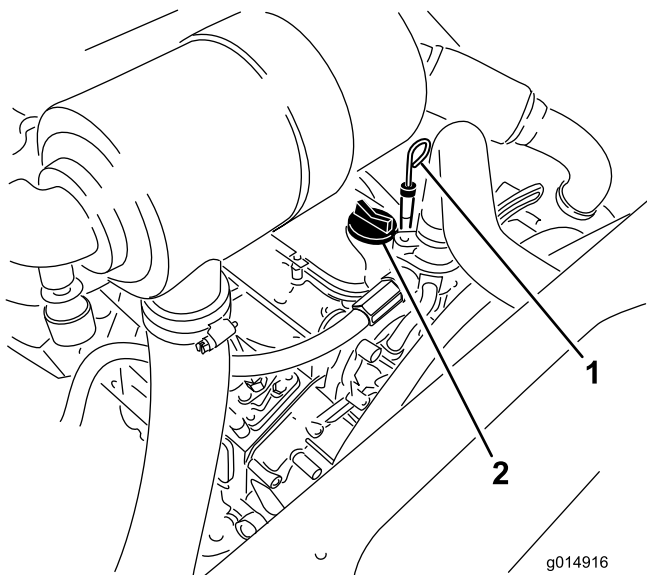

Figura 36
3. Retire la varilla, límpiela, y vuelva a colocarla (Figura 36).
5. Si el nivel de aceite está por debajo de la marca Lleno, retire el tapón de llenado (Figura 36) y añada aceite hasta que el nivel llegue a la marca Lleno.